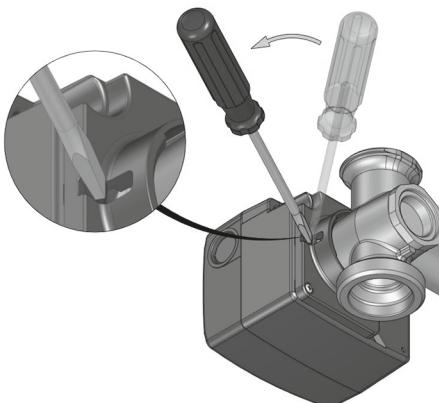

Fig. 13
2. Régler l'interrupteur (1) sur service manuel, en le tournant avec un tournevis **vers la droite de 90°**, de telle manière que la fente se trouve en position horizontale, et que la flèche pointe sur le symbole «main» (fig. 13).